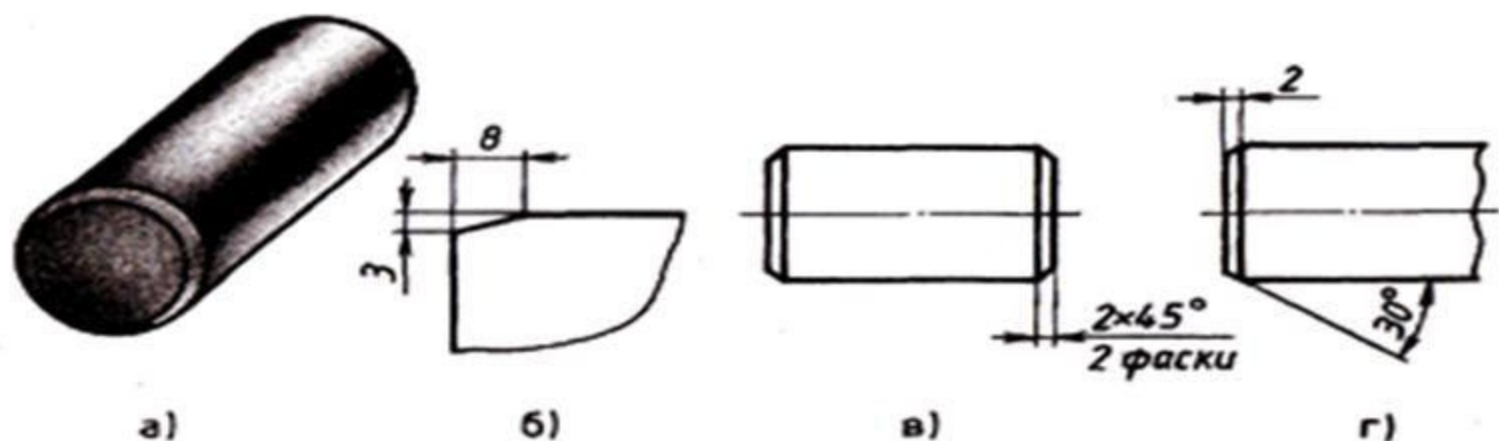

Рис. 52. Нанесение размеров фасок на чертеже
- Если на чертеже встречается несколько одинаковых фасок, то размер наносят один раз так, как показано на рис. 52, в. Эта надпись означает, что снято две фаски размером 2 мм под углом  $45^\circ$ .